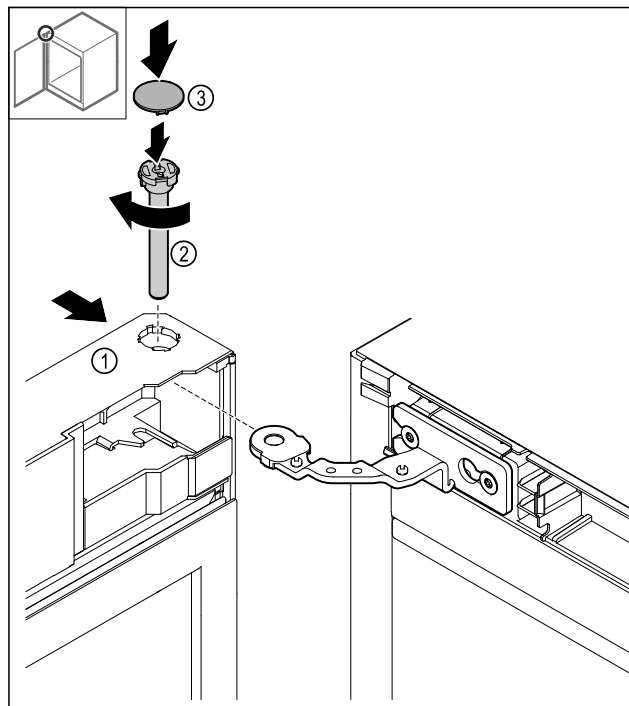

Fig. 48
- Насуньте двері Fig. 48 (1) на шарнір у напрямку згори донизу.
- Вставте палець Fig. 48 (2) і затягніть його за годинниковою стрілкою.
- Установіть кожух Fig. 48 (4).